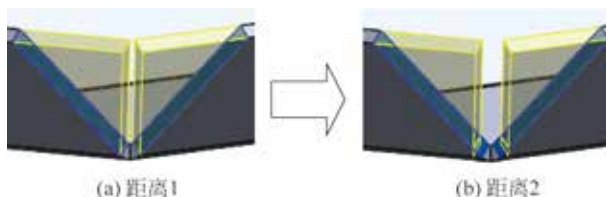

图 5.202 缝隙距离
-  文本框：用于设置延伸面与匹配面之间的垂直间距。在  文本框输入不同值的效果如图 5.202 所示。